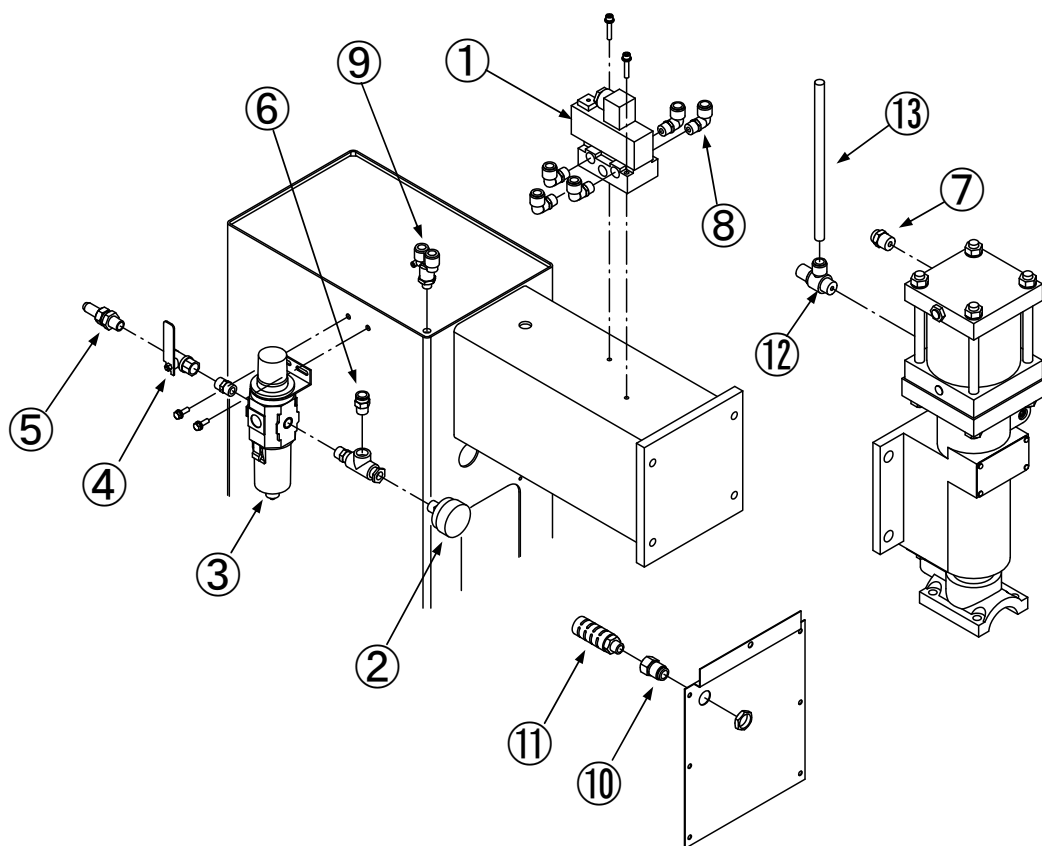
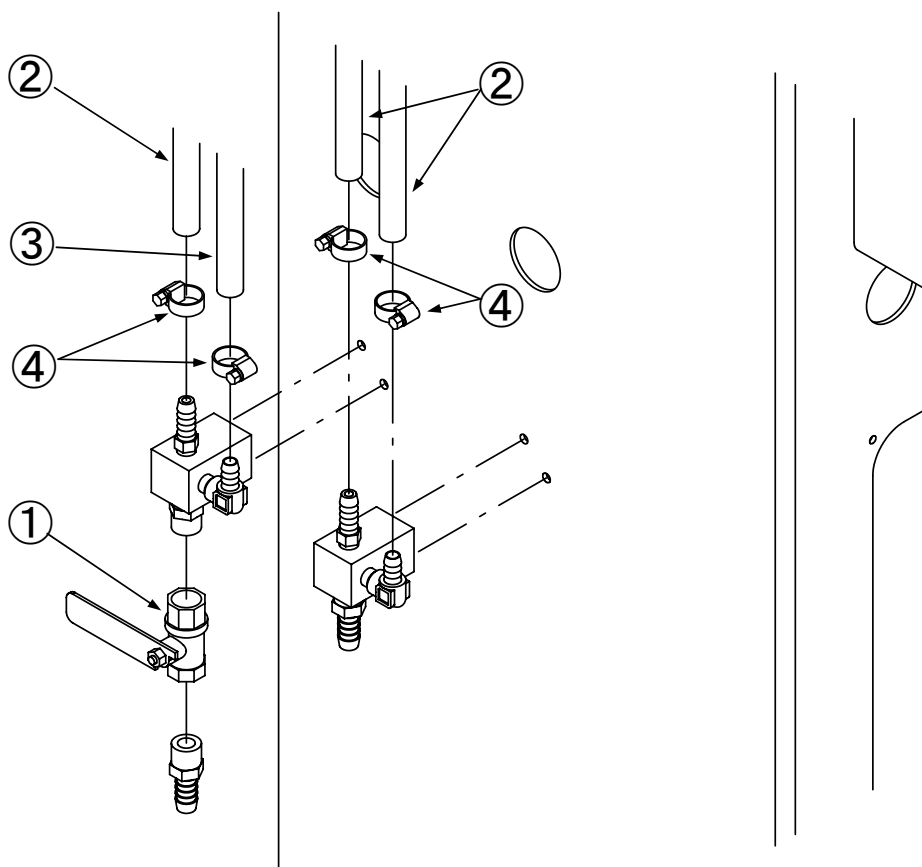

図3. エア配管分解図
図 4. 冷却水配管分解図
⑫ パーツリスト (つづき)
12.3 配管 (エア、冷却水) 関係 (図3、図4参照)